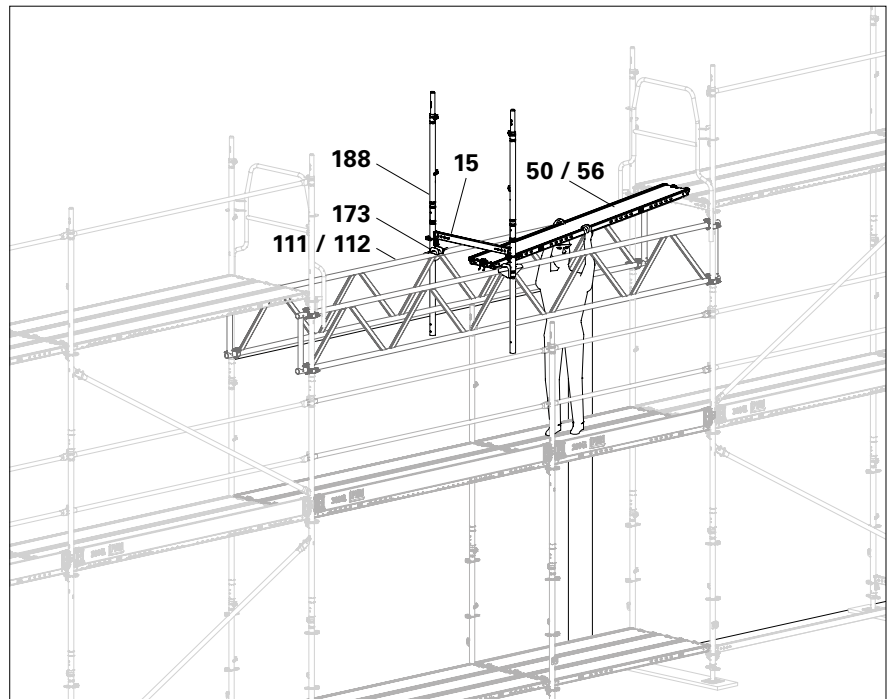

Abb. A13.07
4. Beläge (**50 / 56**) einlegen. (Abb. A13.07)